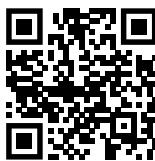

Fig. 139
- ▶ Open het Liebherr SmartMonitoring Dashboard. (zie Fig. 139).